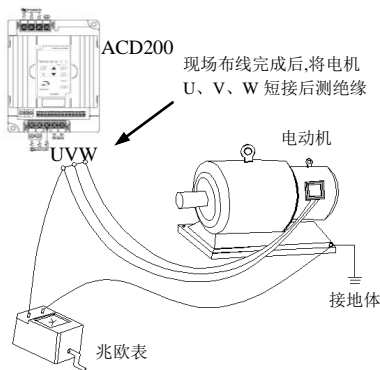

图 1-1 电机绝缘检查示意图
(2) 如果需要以低速恒转矩长期运行，必须选用变频电机。若使用一般的异步交流电机低速运行时，应监控电机温度或采取强制散热措施，以防烧毁电机。
(3) 减速箱及齿轮等需要润滑的机械装置在长期低速运行时，可能由于润滑效果变差造成损坏，请事先采取必要措施。
(4) 若超过电机额定频率运行时，除了考虑电机的振动、噪音增大外，还必须确保电机轴承及机械装置的使用速度范围，请务必事先确认。
(5) 对于提升设备和大惯性之类的负载，变频器常会因产生过流或过压故障而跳闸，为保证正常工作，应考虑选配适当的制动组件。
(6) 应通过端子或其它正常的命令通道对变频器进行起停控制。严禁在变频器输入侧使用接触器等强电开关直接频繁起停操作，否则会造成设备损坏。
(7) 如果需要在变频器输出和电机之间安装接触器等开关器件，请确保变频器在无输出时进行通断操作，否则可能会损坏变频器。
(8) 变频器在一定的输出频率范围内，可能会遇到负载装置的机械共振点，可设置跳跃频率来避开。
(9) 使用前，应确认电源电压在允许的工作电压范围之内，否则应做变压处理或订购特种变频器。
(10) 在海拔高度超过 1000 米的条件下，变频器应降额使用，每增加 1500 米高度输出电流约降低额定电流的 10%。
(11) 电机在首次使用或长时间放置后再使用之前，应做电机绝缘检查。请使用 500V 电压型兆欧表按图 1-1 所示进行检查，绝缘电阻不得小于  $5\text{ M}\Omega$ ，否则有损坏变频器的可能。